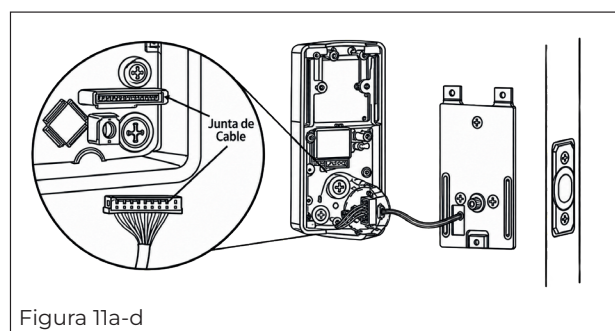

Figura 11a-d
- Tenga cuidado al conectar el enchufe macho del cable de control al conector hembra del montaje interior (Figura 11a-d).
- No fuerce el enchufe macho del cable de control en el conector hembra del montaje interior (Figura 11a-d).
- El enchufe macho del cable de control tiene dos pestañas de alineación en el lado liso del enchufe, que es la parte superior del enchufe (Figura 11a-d).
- El enchufe macho del cable de control se inserta con el lado liso hacia arriba en el conector hembra del montaje interior (Figura 11a-d).